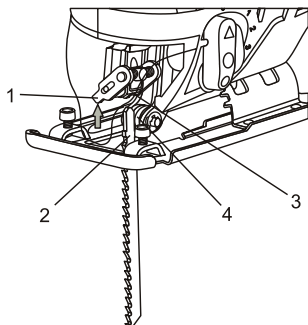

Fig. 1
1. Pour installer une lame dans la scie sauteuse, poussez vers le haut le levier de blocage de la lame (1) (Fig. 1).
2. Insérez la lame appropriée (2) à fond dans la fente (3).